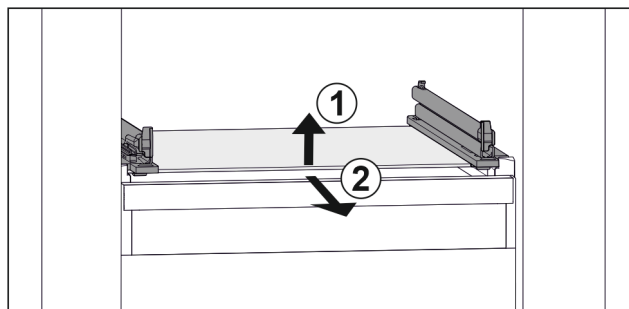

Fig. 108 Przykładowa prezentacja płyty szklanej
- ▶ Unieść płytę szklaną z przodu. Fig. 108 (1)
- ▶ Wyjąć płytę szklaną do przodu. Fig. 108 (2)